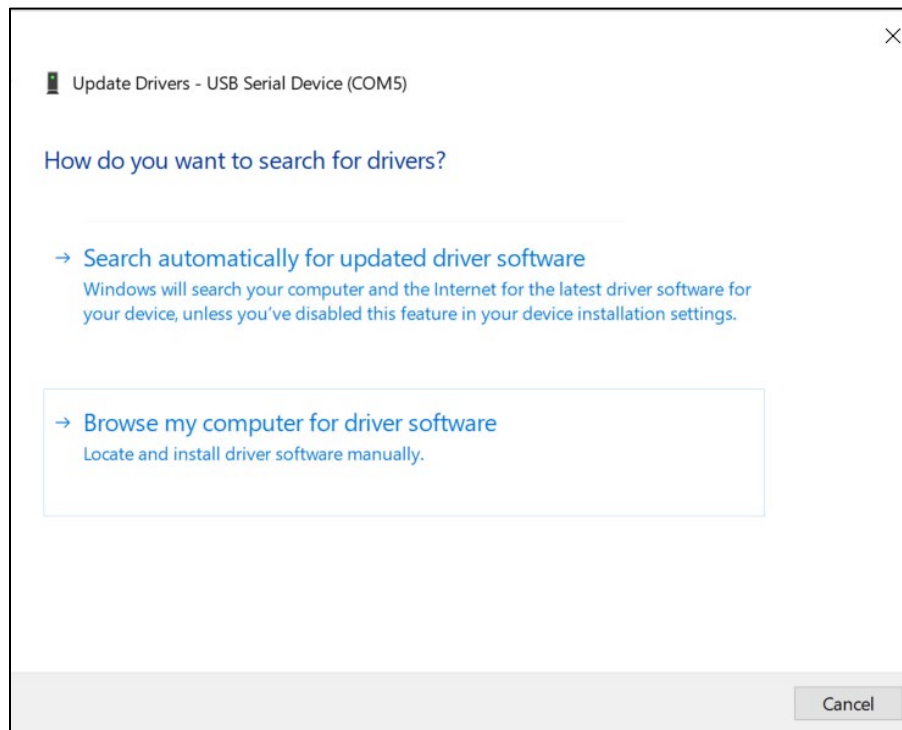

Figura 62-6. Examinar Mi Computadora, para encontrar el software del controlador
- Paso 5. Seleccione Examinar mi computadora para encontrar el software del controlador, como se muestra en Figura 62-6.